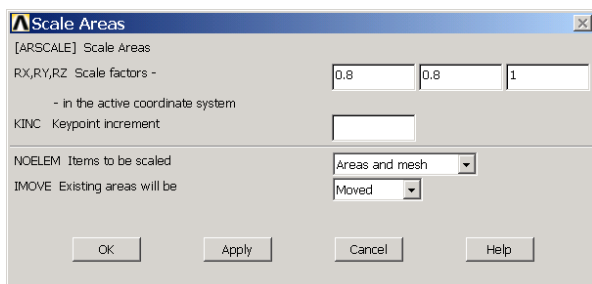

图3.84 缩放面的设置
(1) 单击 Main Menu>Preprocessor>Modeling>Operate>Scale>Areas 菜单，弹出图形拾取对话框，在图形视窗中选择 A1~A4 四个圆面，单击【OK】按钮，将弹出如图 3.84 所示